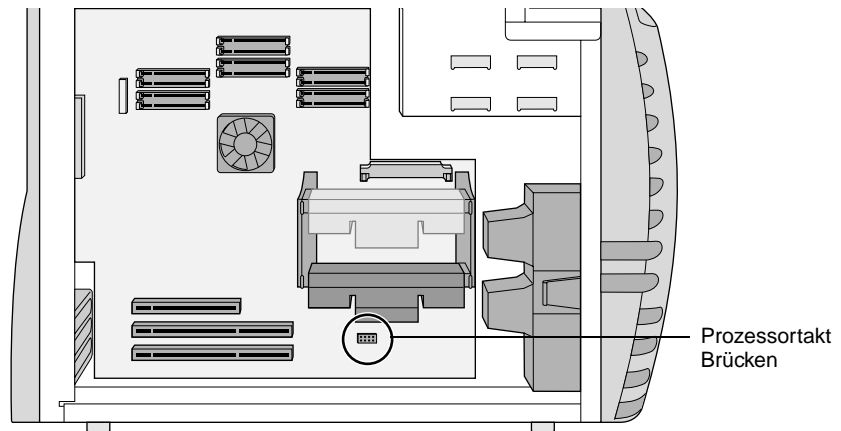

Abbildung 6-7 Brücken für den Prozessortakt
11. Setzen Sie die Brücken für den Prozessortakt auf die Positionen für den oder die installierten Prozessor(en). Tabelle 6-2 zeigt die Positionen der Brücken für den Prozessortakt. Abbildung 6-7 zeigt die Lage der Brücken für den Prozessortakt auf der Systemplatine.
- Überprüfen Sie, ob die Brücken für den Prozessortakt richtig gesetzt wurden (siehe Abbildung 6-7).